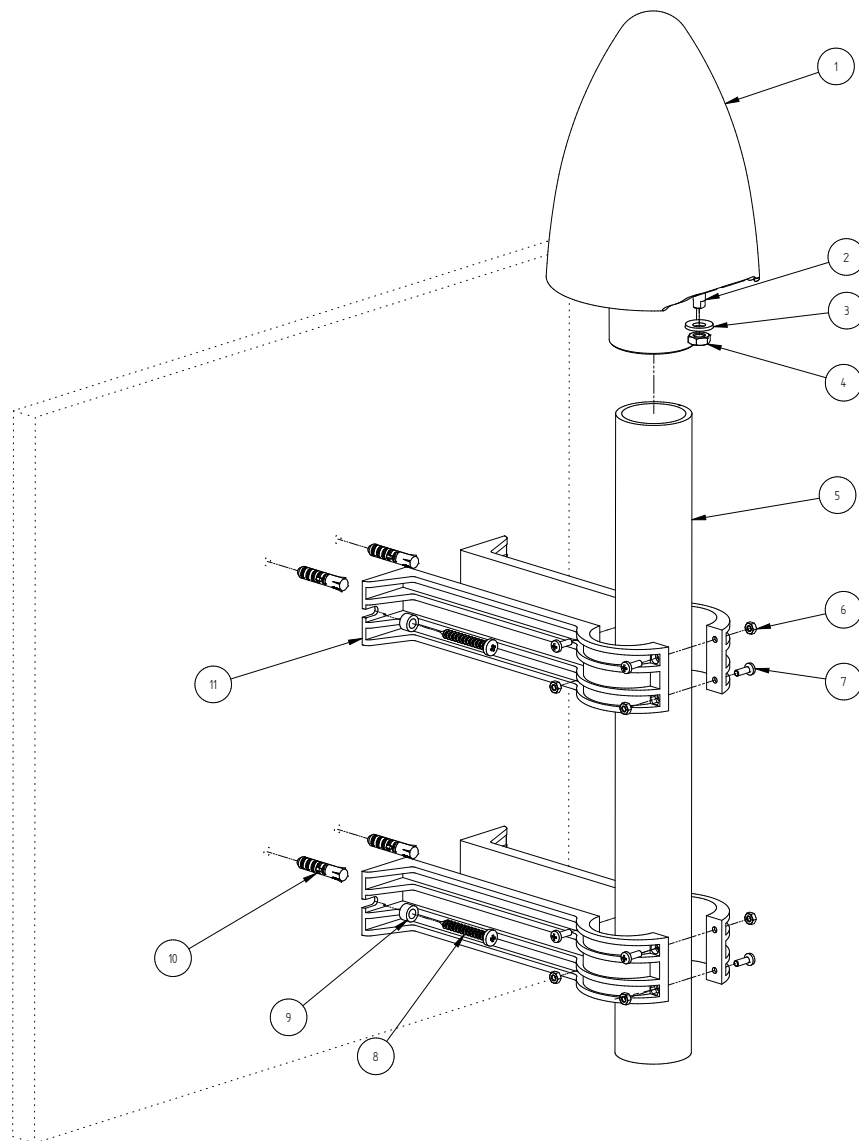
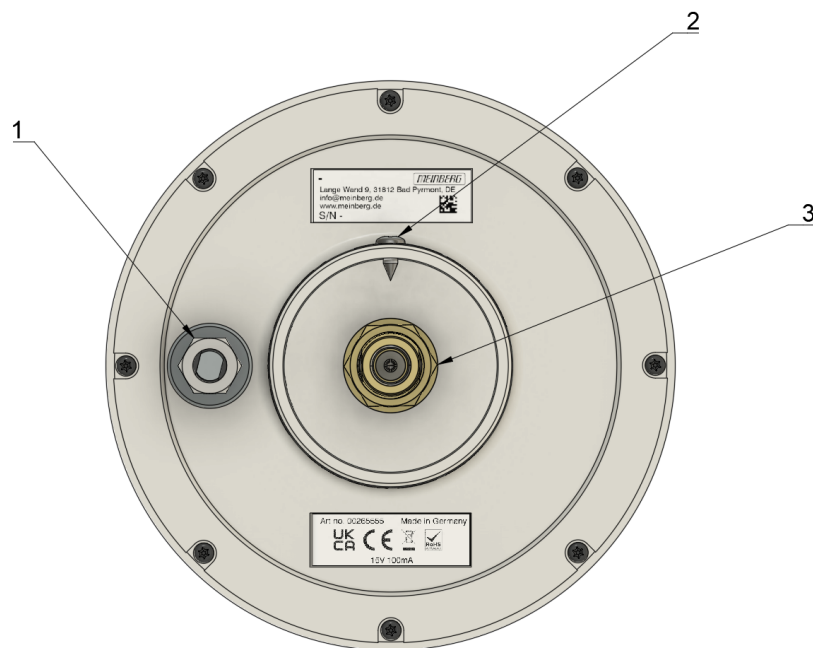

Abbildung 8.6: Montage einer Meinberg GNSS-Antenne an einer Wand
Abbildung 8.7: Unterseite GPSANTv2
☞ Abb. 8.6 stellt die Montage einer Meinberg GNSS-Antenne an einer Wand dar.
1. Legen Sie das Antennenrohr (Pos. 5 in ☞ Abb. 8.6) in die dafür vorgesehenen Wölbungen der beiden Paare der Antennenrohr-Halter (Pos. 11). Befestigen Sie das Antennenrohr in jeder der beiden Antennenrohr-Halter (Pos. 11), mit vier M4x12-Linsenkopf Kreuzschlitz (Pos. 7) und den entsprechenden M4-Sechskantmuttern (Pos. 6). Um sicherzustellen, dass das Antennenrohr (Pos. 5) so sicher wie möglich sitzt, sollten die oberen und unteren M4x12-Schrauben (Pos. 7) in jedem der beiden Antennenrohr-Halter aus entgegengesetzten Richtungen eingesetzt werden, wie in ☞ Abb. 8.6 gezeigt.
5. Führen Sie das eine Ende des Antennenkabels (N-Norm-Stecker) von unten durch das Antennenrohr (Pos. 5 Abb. 8.6) sodass ca. 60 cm herausschauen. Schrauben Sie den N-Norm-Stecker mit dem notwendigen Anzugsdrehmoment von 1 Nm, auf die N-Norm-Buchse der Antenne (Pos. 3 in Abb. 8.7)
6. Setzen Sie die Antenne bis zum Anschlag auf das Antennenrohr. Schrauben Sie nun die Blechschraube (Pos. 2 in Abb. 8.7) im Sockel mit einem geeigneten Schraubendreher (Kreuzschlitz) fest und fixieren so die Antenne (Pos. 1 in Abb. 8.6) am Antennenrohr (Pos. 5 in Abb. 8.6).